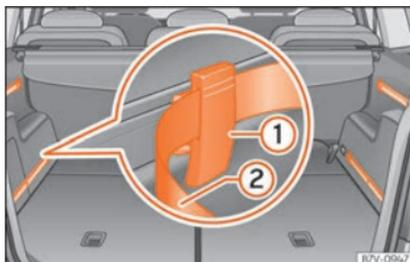

Fig. 173 Dans le coffre à bagages : système avec rails, éléments de fixation réglables (1) et ceinture dotée d'un rétracteur réglable (2).
- Placez un élément de fixation avec les roues vers le haut » fig. 173 (1) sur la partie supérieure du guide et appuyez vers le bas.